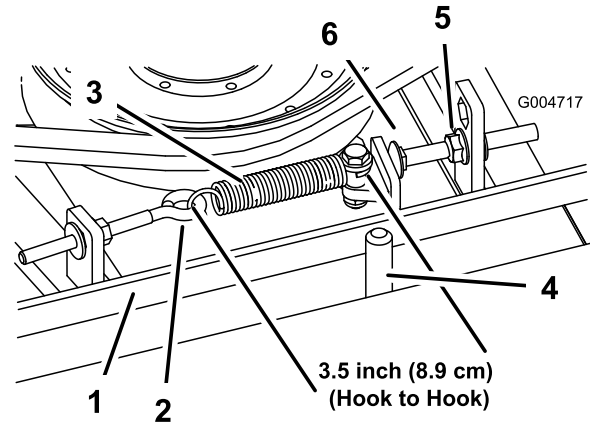

Figura 64
Cuando está correctamente tensado, la longitud del muelle de extensión (entre ganchos) debe ser de 8,9 cm \pm 6 mm aproximadamente (medida interior). Una vez que haya obtenido la tensión correcta del muelle, ajuste el perno de tope (perno de cuello cuadrado) hasta que quede aproximadamente 3 +1,5/0,0 mm de holgura entre la cabeza del perno y el brazo tensor (Figura 64).
Nota: Asegúrese de que la correa está colocada en el lado del muelle de la guía de la correa (Figura 64).
2. Afloje el perno de ojal para poder retirar el muelle de extensión (Figura 64).
3. Afloje la tuerca con arandela prensada que fija el perno de tope a la pletina de montaje. Desenrosque la tuerca lo suficiente para permitir que el brazo tensor pase por el perno de tope (Figura 64). Aleje la polea tensora de la correa para aliviar la tensión de la correa.
8. Vuelva a conectar el muelle de extensión (Figura 64) al perno de ojal y tense la correa de la siguiente manera: